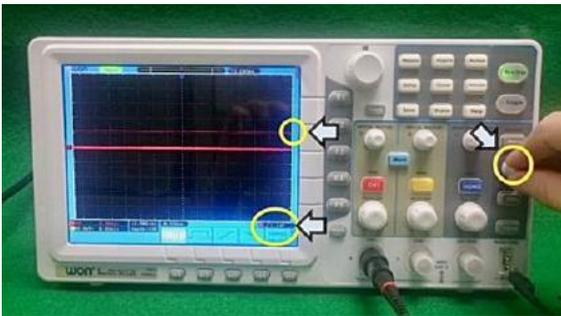

図 A-14 トリガーレベルの調整
- ① トリガー設定: 入力信号のうち、どの部分を見るべき信号とするのか決定するのがトリガー(信号と見なす“引き金”)である。オシロスコープでは、信号がある一定値の電圧をこえた場合に信号と見なす、という設定ができる。これをトリガーレベルと呼ぶ。右端中央にある「TRIG LEVEL」つまみで調整でき、つまみを回すと自動でトリガーレベルの点線が画面に表示される。(図 A-14) しばらくすると、トリガーレベルラインは消えるが、画面右端に、**紫色の三角**でレベル位置が常に表示され、その下方に電圧値が表示される。┌ のマークは電圧が上昇してトリガーレベルをこえるときにトリガーが働き、測定が開始されることを意味している。下側「H1」-「H4」のボタンで切り替え できる。トリガー入力端子(EXT TRIG)に入れる信号をトリガー信号とすることもできる。(画面には表示されない) トリガーレベルは、測定信号の電圧値の範囲内で、含まれるノイズ電圧値以上に設定しておく。